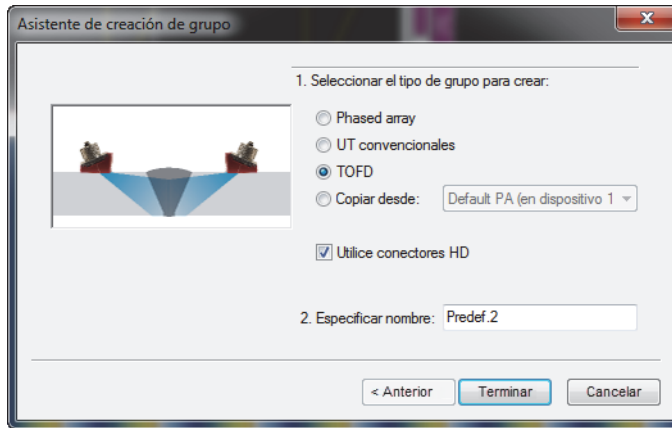

Figura 4-16 Cuadro de diálogo Asistente de creación de grupo (TOFD)
2. En el cuadro de diálogo **Asistente de creación de grupo** que aparece (ver Figura 4-16 en la página 122), siga los siguientes pasos: